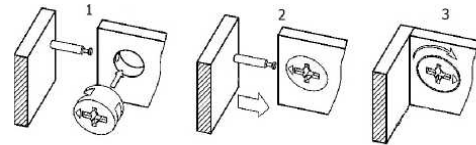

Рис. 4 - Соединение эксцентриковой стяжкой
-Дальше к крышке (1) и нижнему щиту (2) присоедините боковые стенки (3) завернув эксцентрики до плотного присоединения деталей. (Рис.4).